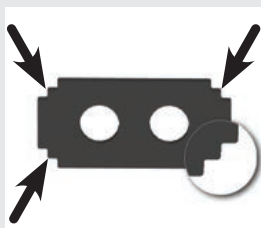
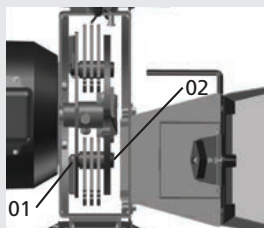

Fig. 12
Fig. 13
Os martelos dos trituradores possuem 4 faces dentadas utilizáveis [Fig. 12]. Troque a posição de uso sempre que notar desgaste, e substitua os martelos quando as 4 faces estiverem desgastadas. Para inverter o lado de uso, retire os contrapinos dos eixos (1) e saque os eixos (2) pelo funil de produtos verdes (modelos TRF25, TRE25, TRE30, TR40 e TRE40) ou pela tampa de fechamento (modelo TR50). Feito isso, troque o lado de uso dos martelos [Fig. 13].